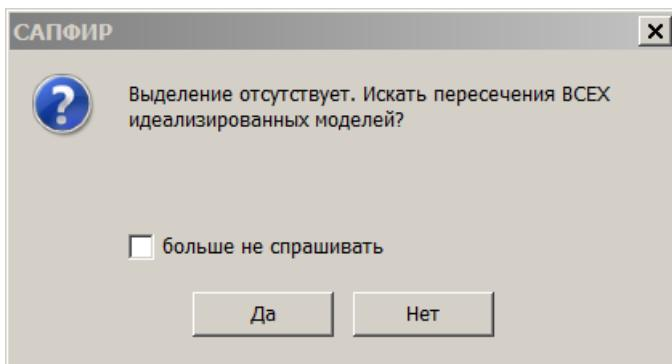

Рис.5.6. Диалоговое окно САПФИР
- В открывшемся диалоговом окне САПФИР (рис.5.6) щелкните по кнопке Да.